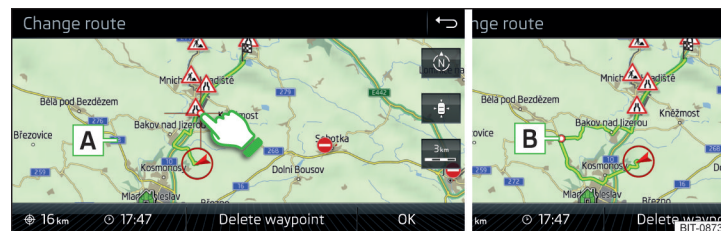

Fig. 230 Modification de l'itinéraire sur la carte / point de passage de l'itinéraire
► Touchez l'écran au niveau de l'itinéraire et déplacez le curseur à l'emplacement souhaité sur la carte, par ex. [A] » fig. 230.
Le point de passage **B** est inséré dans l'itinéraire » fig. 230.